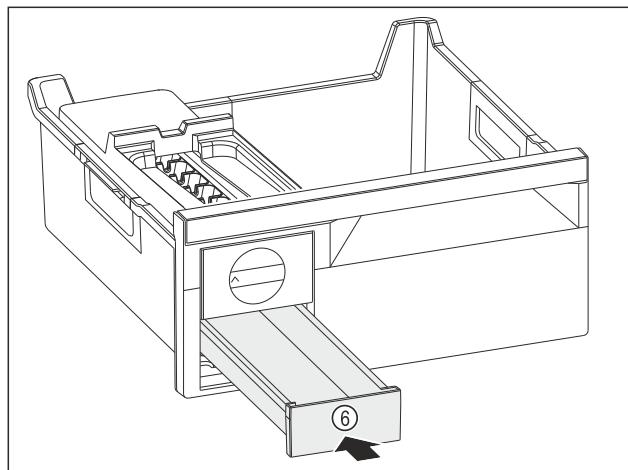

Fig. 135
- Predal za ledene kocke Fig. 135 (6) potisnite noter.